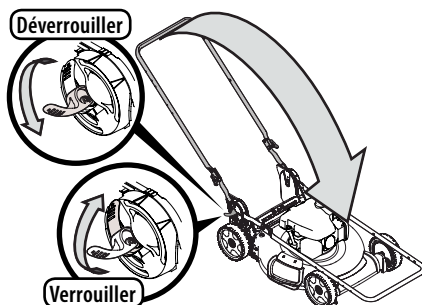

Figure 20
3. Abaissez les deux leviers de réglage pour les déverrouiller. Voir l'encadré de la Figure 20.
4. Rabattez le guidon (b) pour ranger la tondeuse. Voir Figure 20.
5. Relevez les deux leviers de réglage pour les verrouiller. Voir l'encadré de la Figure 20.